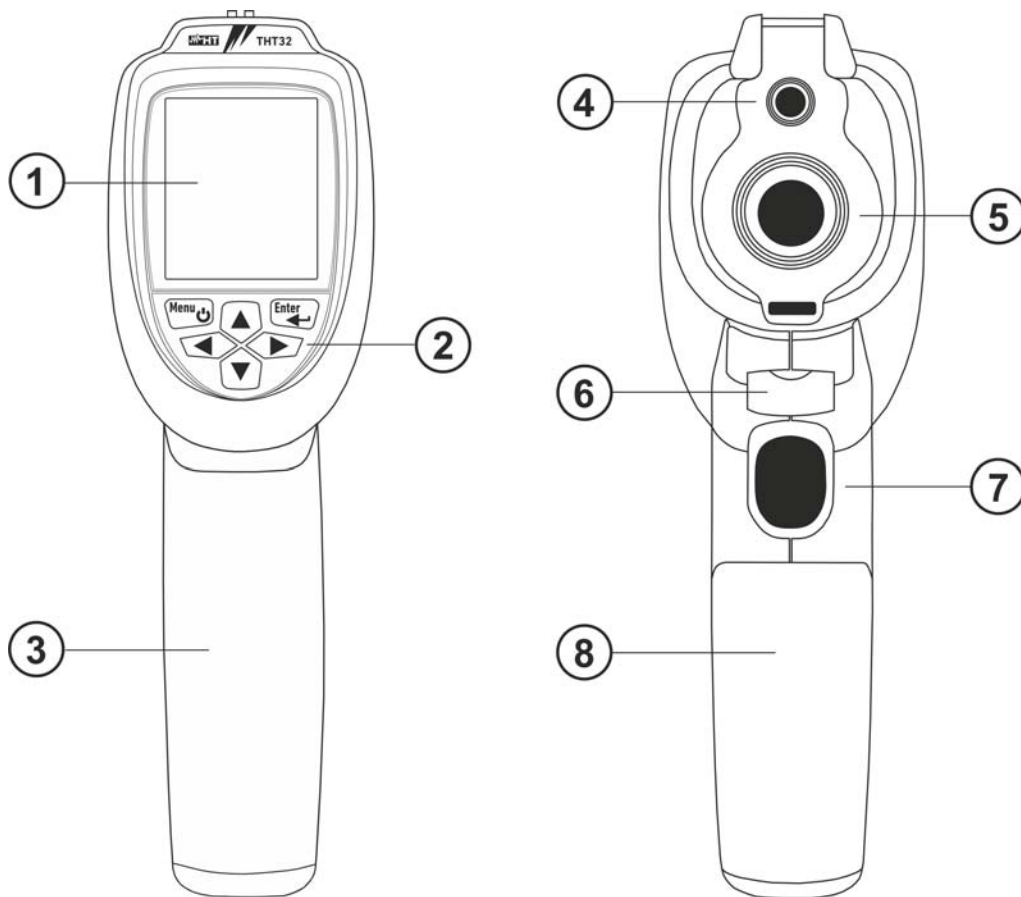

Fig. 1: Descrizione anteriore e posteriore dello strumento
1. Aprire il coperchio del vano batteria (vedere Fig. 1 – parte 8)